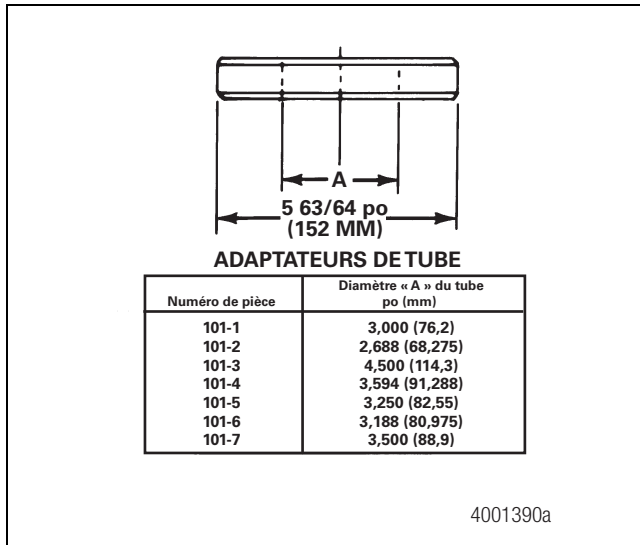

Figure 3.19
- Adaptateur de tube : mesurer la dimension « A » sur le tube de pont. Le diamètre intérieur de l'adaptateur de tube doit être légèrement supérieur au diamètre extérieur du tube. Figure 3.19.